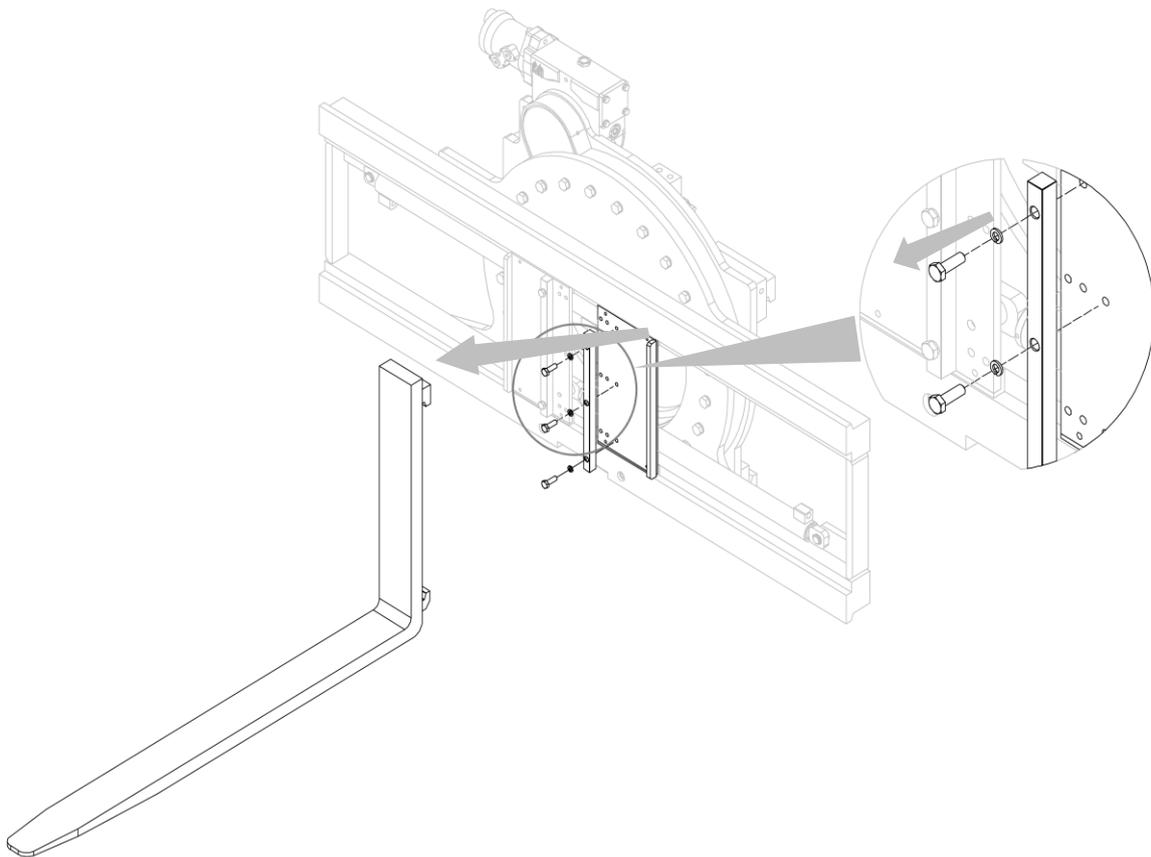

Figura 26
2. Retire las horquillas después de desenroscar los topes (mira *Figura 26*);